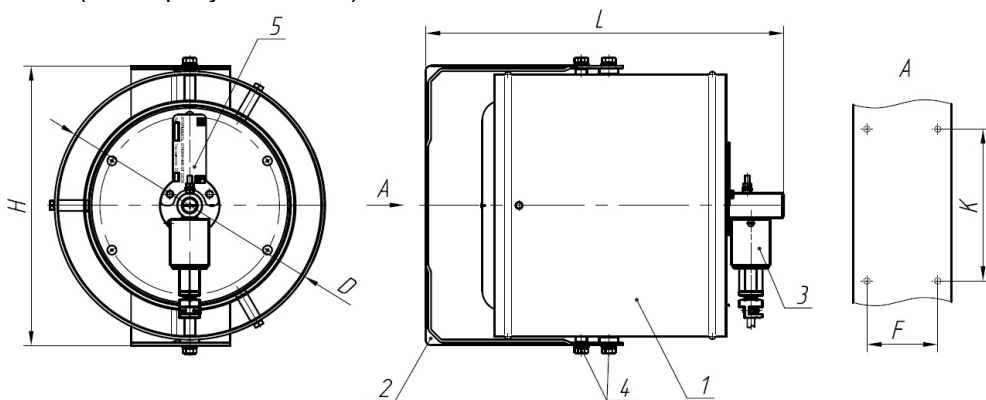

Рис.1.
6. Габаритные и присоединительные размеры (рис.1), мм, не более: <ul style="list-style-type: none"> • длина - L • диаметр - D • ширина – Н • ширина – К • ширина – F 	340 240 250 168 78
3.1. В комплект поставки (рис.1) входит:
4.1. Устройство генератора (рис.1).
7.2. Монтаж генератора производится с помощью кронштейна крепления поз.2 (рис. 1) на жесткой вертикальной конструкции (стены, колонны и др.). Генераторы при установке должны быть так ориентированы, чтобы при их работе струи огнетушащего аэрозоля не оказывали теплового воздействия на пути эвакуации, судовое оборудование, кабельные трассы, аварийное освещение, предупредительную сигнализацию топливные и масляные
цистерны и трубопроводы. Генераторы должны быть удалены от путей эвакуации и других районов, где может присутствовать персонал, по крайней мере, на минимальные безопасные расстояния, определенные в соответствии с циркуляром ИМО MSC.1/Circ.1270 для воздействия температур до 75 °С, но они не должны превышать, по возможности, 2,5 м, а так же от горючих материалов по крайней мере, на минимальные безопасные расстояния для воздействия температур до 200°С. Для монтажа на металлических конструкциях кронштейн крепления закрепляется при помощи 4-х винтов М 6х30, которые привариваются к металлической конструкции, 4-х шайб пружинных 6 и 4-х гаек М 6 (Метизы в комплект не входят). Учитывая, что генератор обеспечивает объемное тушение, то максимально быстро создать концентрацию аэрозоля в зоне возможного возникновения пожара можно направлением оси генератора на неё с помощью 4-х регулировочных винтов М8 поз. 6 (рис. 1).